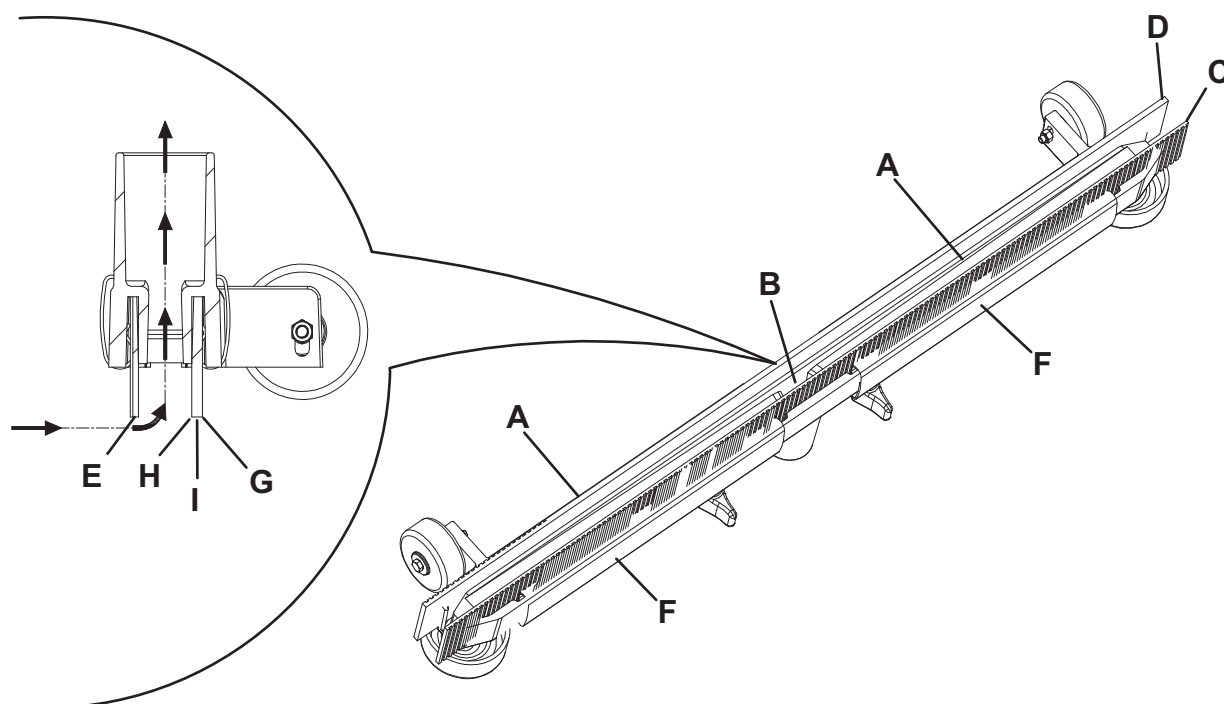

Figure 4
2. Vérifier que le câble d'alimentation (21) est branché au réseau électrique.
3. Baisser l'embouchure au moyen du levier (19).
4. Déconnecter le tuyau d'aspiration (22) de l'embouchure.
5. Desserrer les boutons (12) et déposer l'embouchure (11).
6. Laver et nettoyer l'embouchure. Nettoyer en particulier les compartiments de convoyage (A, Fig. 4) et l'orifice d'aspiration (B) de la saleté et des déchets.
7. Contrôler que la lamelle en caoutchouc avant (C) et la lamelle en caoutchouc arrière (D) sont intactes et qu'elles ne présentent pas de coupures ou déchirures ; dans le cas contraire, les remplacer (voir la procédure au paragraphe suivant).
2. Contrôler que les bords de la lamelle en caoutchouc avant (E, Fig. 4) et de la lamelle en caoutchouc arrière (I) se posent simultanément sur un plan, sur toute leur longueur ; dans le cas contraire, régler leur hauteur en procédant comme suit :
- Déposer les ressorts de fixation (F), puis régler la lamelle en caoutchouc avant (C) et la lamelle en caoutchouc arrière (D).
3. Contrôler que la lamelle en caoutchouc avant (C) et la lamelle en caoutchouc arrière (D) sont intactes et qu'elles ne présentent pas de coupures ou déchirures ; en cas contraire, les remplacer en procédant comme suit. Contrôler aussi que l'arête de la lamelle en caoutchouc arrière (H) n'est pas usée ; dans le cas contraire, renverser la lamelle, en remplaçant l'arête usée avec l'autre arête (G), si elle est encore intacte. Si l'autre arête est usée, remplacer la lamelle en caoutchouc, en procédant comme suit :
- Déposer les ressorts de fixation (F), puis remplacer (ou tourner) la lamelle en caoutchouc arrière (D).
4. Installer l'embouchure (11) et serrer les boutons (12).
5. Connecter le tuyau d'aspiration (22) à l'embouchure (11).